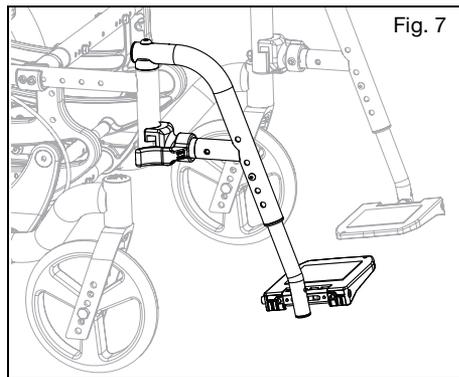

Fig. 7
- Vire o apoio dos pés até este ficar alinhado com a estrutura e bloqueado na posição correta junto ao bloco de engate (Fig. 7).